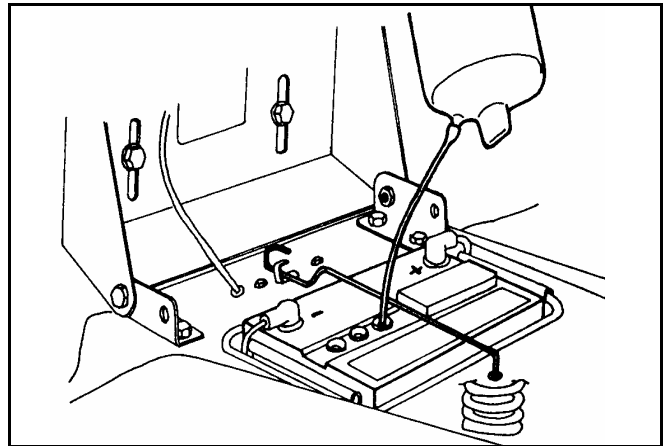

Fig. 8
5. De batterij terugplaatsen en bevestigen met de staaf (zie Fig. 8). **Opgepast!** De batterij niet schudden. Indien het electrolyte omgeduwd werd, de zone reinigen met proper water. De batterij kan explosieve dampen voortbrengen. Geen vonk, vlam of sigaret kort bij de batterij houden.